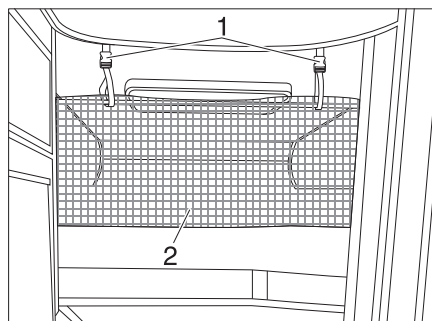

Bild 157 Skyddsnet
Skydds nätet (Bild 157,2) är standard. Det ligger mellan madrassen och ribbotten. Skydds nätet ska först monteras när personen som ska sova där befinner sig i sängen.
- Haka fast fästbanden (Bild 157,1) i hållarna i taket.